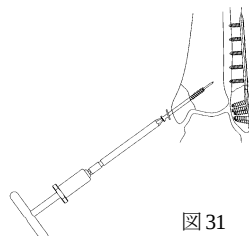

図 31
- 6) ガイドピン計測値より数 mm 差し引いた長さのスクリューを選択します。六角 2.5 中空パワービンドライバーの後端に T ハンドル (S) を装着し, ガイドピンを介して挿入します。(図 31) 必要に応じワッシャーを併用します。